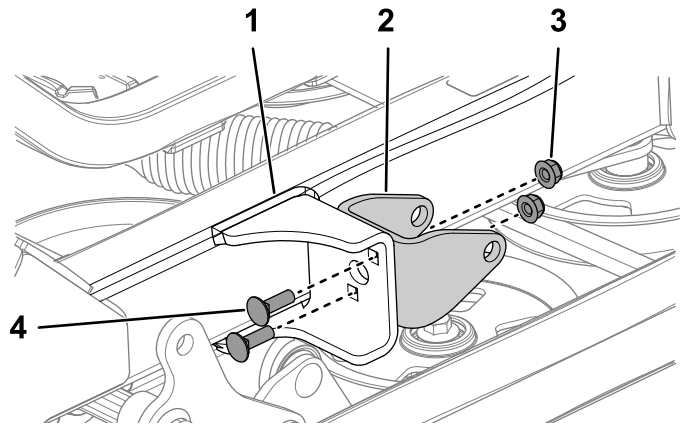

Figura 10
2. Prenda a montagem do acionador à estrutura esquerda do tubo utilizando 2 parafusos de carroçaria (5/16 x 1 pol.) e 2 porcas de bloqueio (5/16 pol.), como se mostra na Figura 10.